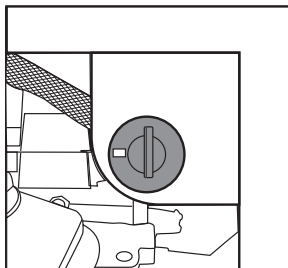

рис. 11
4. Перекройте топливный кран, установив его в положение «Закрыто» (рис. 11).